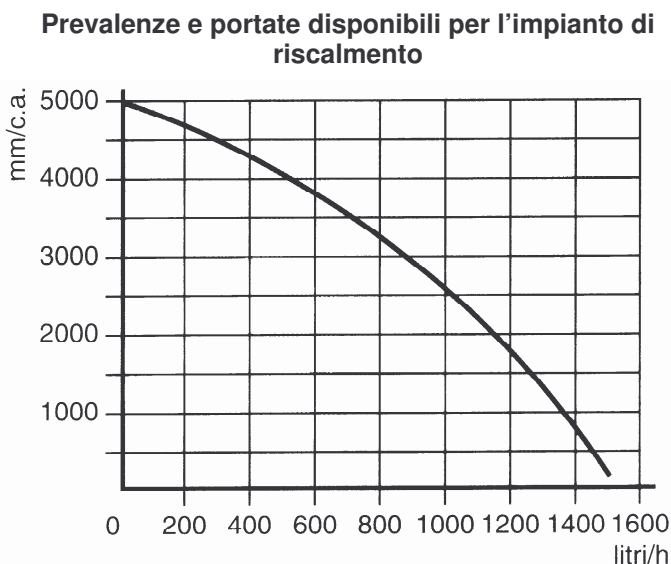

Fig. 5/A
- La sezione delle tubazioni sarà determinata con i metodi in vigore, utilizzando la curva del diagramma (Fig. 5).